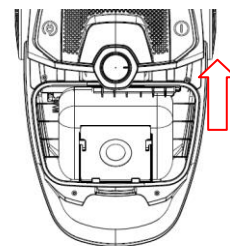

Рис. 12.
- Выньте держатель мешка, а затем удалите полный мешок-пылесборник. (Рис. 12)